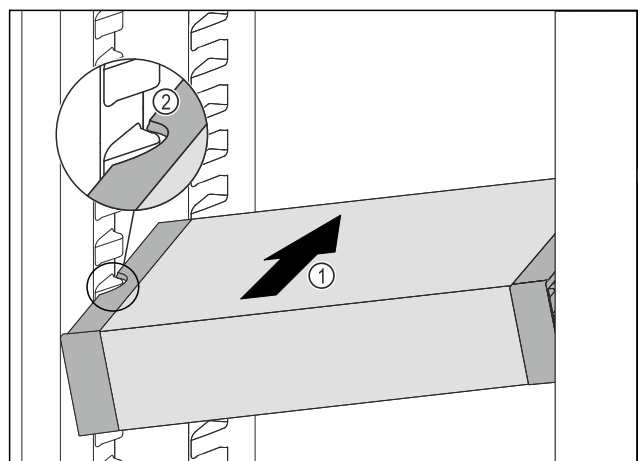

Fig. 83
- ▶ 将 VarioSafe 斜插入冷藏区中 Fig. 83 (1)，直至 VarioSafe 的侧部凹槽 Fig. 83 (2) 与冷藏区中的容器肋梁持平。